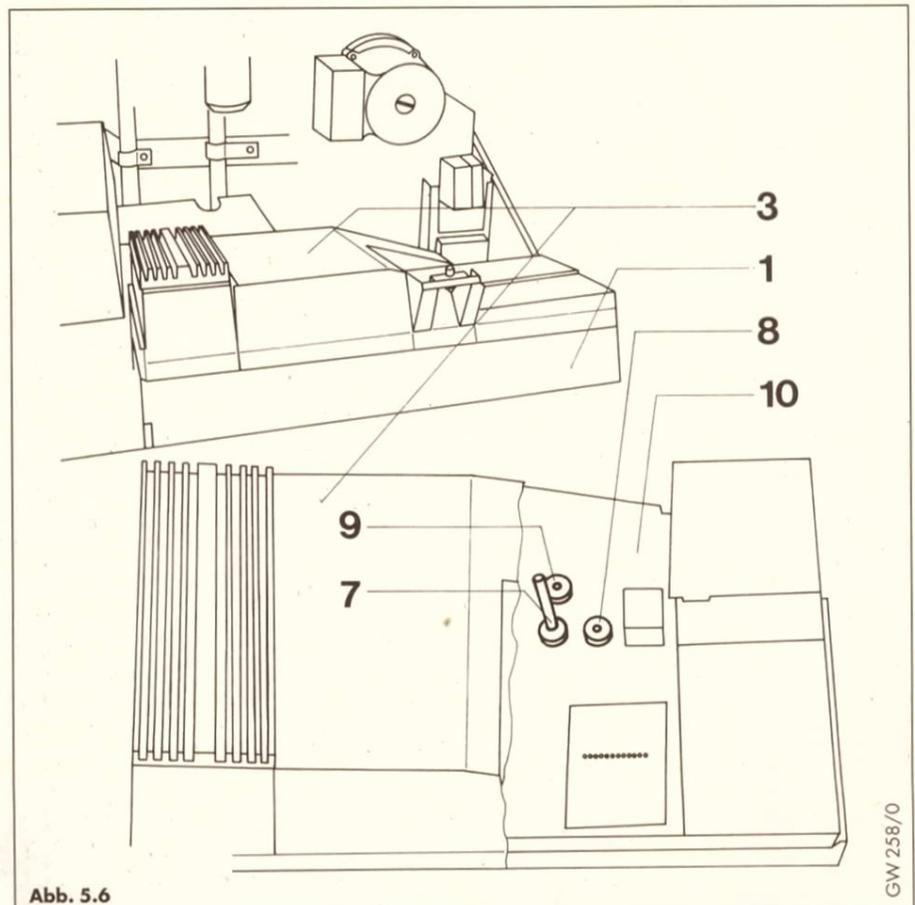

Abb. 5.6
Je nach Position des Potentiometers\* (8, Abb. 5.6) für die Heizungspumpe (I, II, III oder S) sind folgende Betriebsarten möglich:
- Den linken Taster (2) betätigen bis im Display d1 erscheint.
- Anschließend den rechten Taster (3) betätigen, um die Anzeige der Betriebsart zu aktivieren.
- Durch Drehen am Potentiometer (8, Abb. 5.6) kann die gewünschte Betriebsart eingestellt werden.
**Legende zu Abb. 5.6**